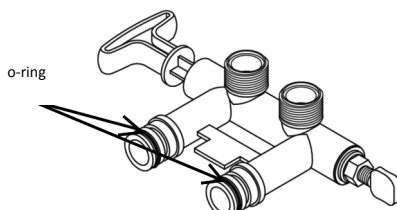

Figura 4 - Guarnizioni del bypass
5. Lubrificare gli o-ring con il grasso al silicone fornito (tubetto bianco) come mostrato in Figura 4.